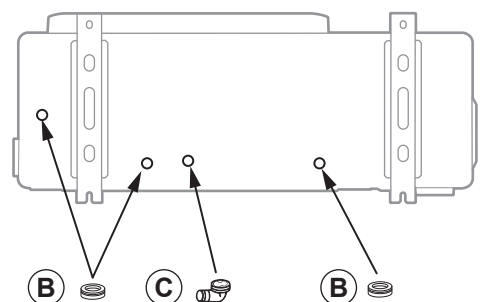

Abb. 18 - Aufstellen der Außeneinheit, Kondensatabfluss
- Während des Betriebs kann Wasser aus der Außeneinheit ablaufen. Das Gerät nicht auf einer Terrasse installieren, sondern an einem entwässerten Ort (Kiesel- oder Sandbett). Wenn die Installation in einer Region erfolgt, in der die Temperatur während längerer Zeit unter 0°C fällt, muss geprüft werden, ob Eisbildung nicht zu einer Gefahr führt. Man kann aber auch eine Abwasserleitung an die Kondensat-Auffangwanne (Option) installieren (Abb. 18, Seite 19).